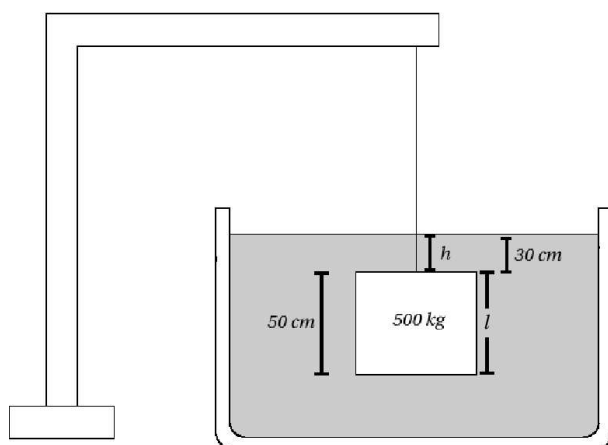

Figura 2.6: Exercício 4. O bloco de 500 kg , pendurado por um fio está submerso em um recipiente com água.
4. Um bloco de 500 kg possui a forma de um cubo com 50 cm de aresta. Este bloco é pendurado por um fio no interior de um recipiente cheio de água como mostra a figura 2.6. O objeto está submerso com sua face superior a 30 cm de profundidade.